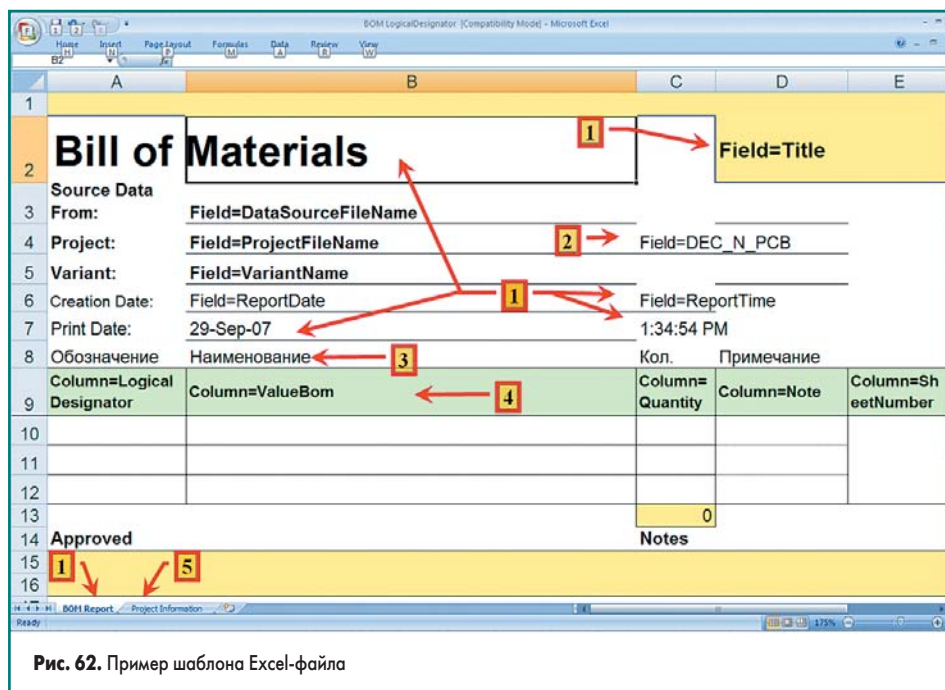

Рис. 62. Пример шаблона Excel-файла
- Получение простого листа является достаточным условием для подготовки перечня. Однако желательно иметь в этом файле и служебную информацию о самом проекте для более адекватного отождествления данных файла с различными версиями проекта. Для этого загрузим, например, файл **Template/BOM Default Template.XLT** из папки, где находится пакет Altium Designer, и сохраним под именем **BOM LogicalDesignator.XLT**. На рис. 62 представлен вид листов Excel-файла, в котором были сделаны следующие изменения:
3. Добавим строку (рис. 62, строка 8) с надписями в столбцах, в соответствии с требованиями ГОСТ.
4. Поля типа **Column=xxxxxxx** (рис. 62, строка 9) изменим все. Они предназначены для добавления строк к листу с заполнением ячеек параметрами из проекта, идентичными данным, представленным в таблице (рис. 60) и формируемым пакетом Altium Designer. Для нашего проекта это: